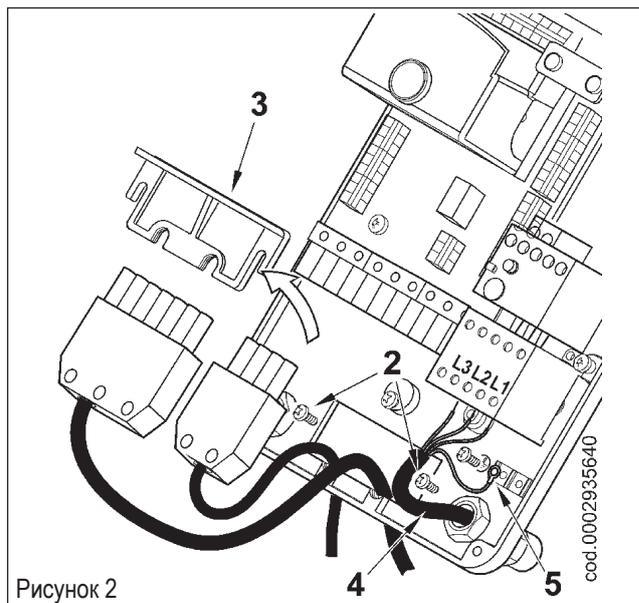

Рисунок 2
- Отверните 4 винта (1), как показано на рисунке 1. Снимите крышку для получения доступа к электрическому щиту горелки.
- Ослабьте винты (2). После удаления кабельного зажима (3) пропустите через отверстие 7- и 4-штырьковые разъемы (см. рис. 2). В случае с трехфазной горелкой, подсоедините токоподводящие провода (4) к дистанционному выключателю, закрепите заземляющий провод (5) и затяните соответствующий кабельный зажим.